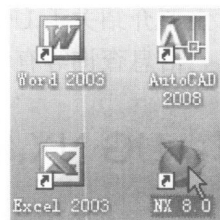

图 1-4 用桌面图标启动 UG NX 8.0 软件
(2) 双击桌面上的快捷图标可以启动 UG NX 8.0 软件,如图 1-4 所示,后面的过程与上一种方法相同。
(3) 双击已有的 UG 文件(如*.prt 格式),可以启动 UG NX 8.0 软件,同时打开该文件。